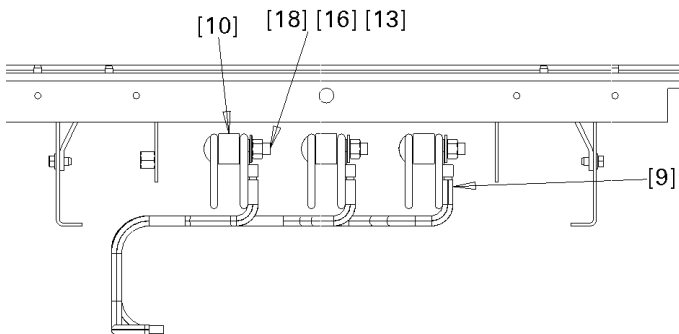

Figure 6. Assemblages enfichables sans trous carrés de .281-pouce. (Les bobines de l'intérieur ne sont pas montrées pour plus de clarté.)
- *Assemblages enfichables et panneaux électriques sans trous carrés de .281-pouce (double barre omnibus).* Glisser un espaceur [10] pour chaque phase entre les barres omnibus verticales et installer un boulon de carrosserie 3/8-16 x 2" [18] dans un trou carré de .406-pouce situé vers l'arrière de la barre omnibus verticale intérieure, tel qu'illustré à la Figure 6. Utiliser les trous les plus élevés dans l'espace 7X (9⁵/₈") que peut atteindre l'unité TVSS. Glisser une borne d'assemblage de câble [9] sur chaque boulon de carrosserie. Installer une rondelle à ressort 3/8" [13] et un écrou 3/8-16 [16] sur chaque boulon et serrer à 200 lb.-po.